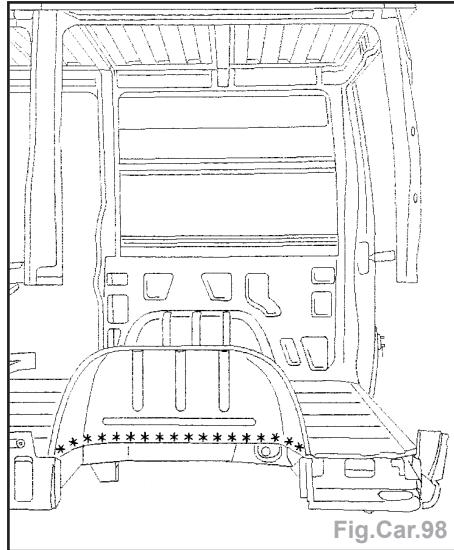

Fig.Car.98
- Dégrafer la ligne de points à l'aide d'une fraise de Ø 8 mm (Fig.Car.98).